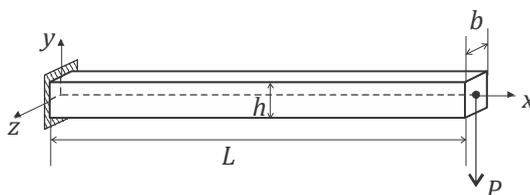

Figura 1: forma deformada deseada.
- 1) Sea una viga cantilever deformada por la aplicación de una carga muerta vertical $P = 100 \text{ kN}$ en su extremo libre. El material se supone elástico neo-hookeano isótropo con módulo de elasticidad $E = 210 \text{ GPa}$ y coeficiente de Poisson $\nu = 0.25$. Usando el Método de los Elementos Finitos (MEF)¹, determine con que forma ha de fabricarse la viga para que una vez deformada adopte la forma observada en la Figura 1, donde $L = 1.92 \text{ m}$, $h = 6 \text{ cm}$ y $b = 3 \text{ cm}$, horizontal.
- 3) Si el material tiene una tensión de fluencia $T_f = 300 \text{ MPa}$ y obedece al criterio de fluencia de von Mises, se puede decir que la viga fabricada con la forma obtenida como resultado de 1) alcanzará la forma de la Figura 1?, por qué?.